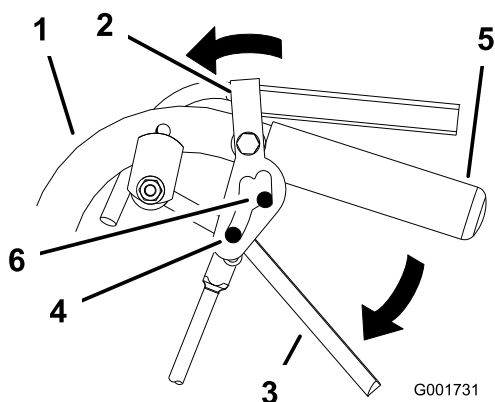

Рисунок 11
2. Поставьте большие пальцы рук на верхние части фиксаторов и переведите их вперед так, чтобы штифты оказались в пазу переднего хода (Рисунок 11).